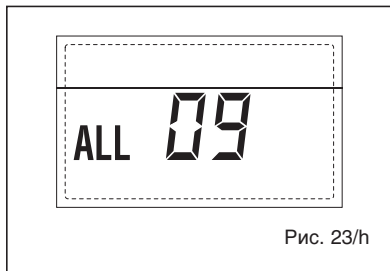

Рис. 23/h
– НЕПОЛАДКА ВСПОМОГАТЕЛЬНОГО ДАТЧИКА, «ТРЕВ. 10» (рис. 23/i)